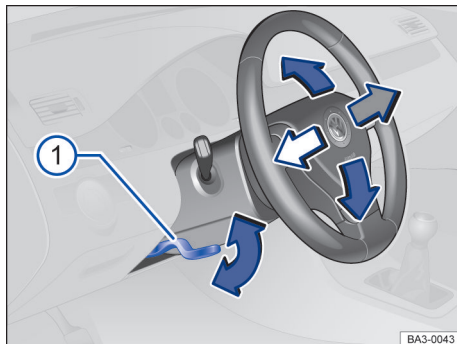

Fig. 65 Embaixo e à esquerda do volante junto com o revestimento da coluna de direção: alavanca de ajuste da posição do volante.
- Empurrar a alavanca para baixo → Fig. 65  ►